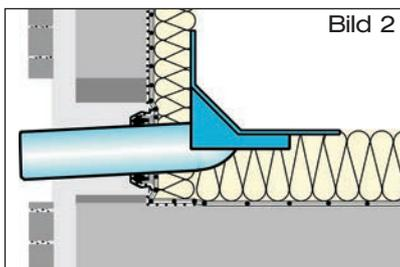

Bild 2
- 5.2.1 Bohrungen Ø 10 mm für Schiebeflansch mit Anschlussmanschette bzw. Schiebeflansch mit Kompressionsdichtungen zum Anschluss der Dampfsperre entsprechend der Vorgabe nach Tabelle 3 erstellen (Bild 2).
- 5.4.2 Ablaufrohr des Dachablaufs entsprechend der baulichen Gegebenheiten ablängen. Dichtelement (bei Schiebeflansch DN 70) bzw. Klemmring (bei Schiebeflansch DN 100) innen und Ablaufrohr des Attikaablaufs außen hinreichend mit LORO-X Gleitmittel versehen. Ablaufrohr des Dachablaufs in den Schiebeflansch bis in seine Einbauposition einführen (Bild 2). Entstandene Hohlräume in der Wärmedämmung schließen. Ablaufrohr im Wandbereich mit ausreichender Wärmedämmung versehen und Dachablauf fixieren.